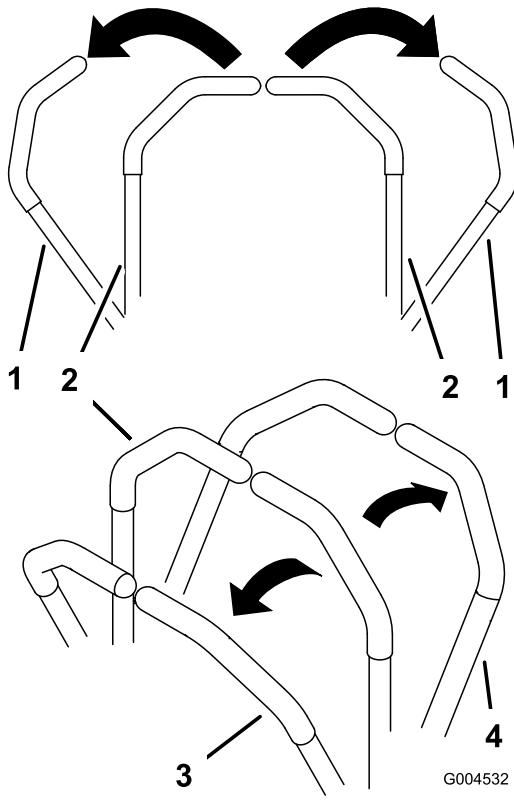

Figura 16
3. Per fare marcia avanti spingete lentamente in avanti le leve di controllo del movimento (Figura 16).
Per spostarvi in linea retta applicate una pressione identica su entrambe le leve di controllo del movimento (Figura 16).
Per girare, spostate la leva di controllo del movimento verso il folle, nella direzione in cui volete voltare (Figura 16).